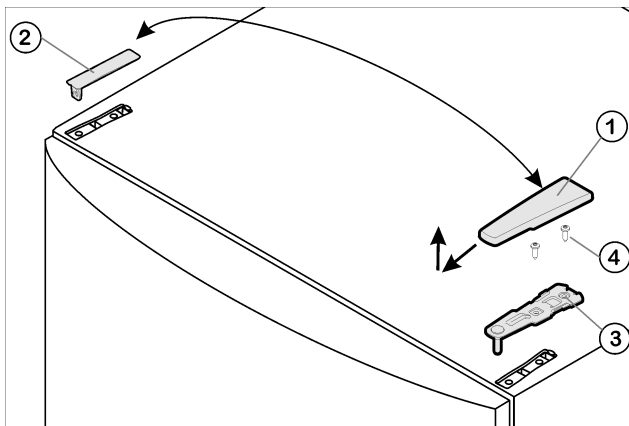

Fig. 4
- ▶ Abdeckung Fig. 4 (1) nach vorne und oben abziehen.
- ▶ Abdeckung Fig. 4 (2) abheben.
- ▶ Oberen Lagerbock Fig. 4 (3) abschrauben (2 mal Torx® 25) Fig. 4 (4) und nach oben abziehen.
- ▶ Oberen Lagerbock *Fig. 4 (3)* auf der neuen Scharnierseite in die Tür einsetzen.
- ▶ Oberen Lagerbock **fest (mit 4 Nm)** anschrauben (2 mal Torx® 25) *Fig. 4 (4)*. Schraublöcher evtl. vorstechen oder Akkuschauber verwenden.
- ▶ Abdeckung *Fig. 4 (1)* und Abdeckung *Fig. 4 (2)* jeweils auf der Gegenseite von außen aufsetzen und einrasten.